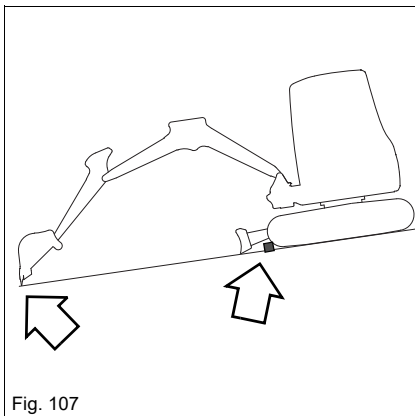

Fig. 107
- Proteger o veículo com calços (ver Fig. 107).